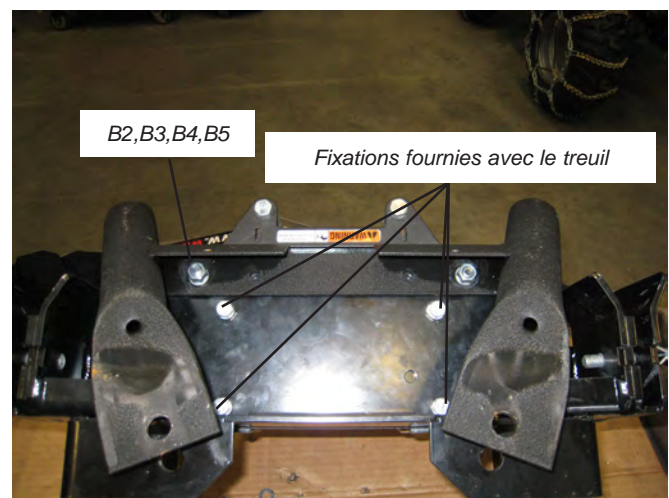

Figure 6 Install Front Fasteners - Bottom view of plow mount assembled to bumper
- Placez le kit de montage de lame sur le pare-chocs. Positionnez le support (A2). Installez les fixations (B2, B3, B4, B5) à leur emplacement sur le pare-chocs avant. Voir Figure 6.
- Si un treuil doit être installé, utilisez les trous de montage avant du treuil pour poser les fixations fournies avec le kit de treuil. Voir figure 6.